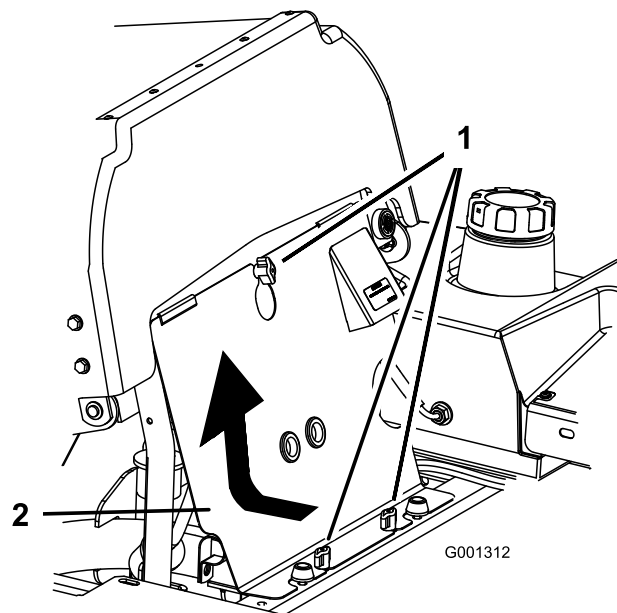

Figura 87
3. Allentate le manopole del pannello anteriore del motore e rimuovete il pannello (Figura 87).